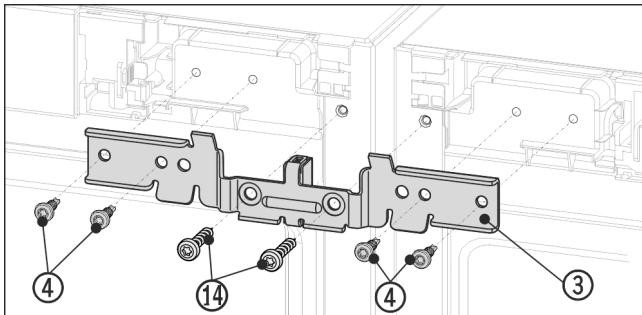

Fig. 10 Beispielhafte Darstellung
- ▶ Winkel Fig. 10 (3) mit dem Distanzstück zwischen die Geräte und auf die Zapfen schieben. Den Winkel mit vier Schrauben Fig. 10 (4) und den zuvor herausgeschraubten Erdungsschrauben Fig. 10 (14) abwechselnd rechts und links lose anschrauben.